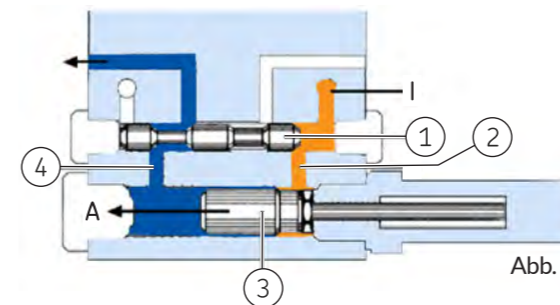

Abb. 2
Nachdem der Steuerkolben (Abb. 2: Pos. 1) den Kanal (Abb. 2: Pos. 2) freigegeben hat, gelangt der Schmierstoff vor die rechte Stirnseite des Förderkolbens (Abb. 2: Pos. 3) und bewegt diesen nach links in Pfeilrichtung (A). Der dem Förderkolben vorgelagerte Schmierstoff wird nun über den Kanal (Abb. 2: Pos. 4) der Schmierstelle zugeführt. Ist der Förderkolben in seiner Endlage angekommen, erfolgt ein Druckanstieg in der Hauptleitung I bis zum eingestellten Umschaltdruck der Zweileitungsanlage. Die Umsteuerung der Zweileitungsanlage verbindet nun die bisher unter Druck stehende Hauptleitung I mit dem Schmierstoffbehälter der Pumpe, so dass sich der in der Leitung befindliche Schmierstoff entspannt und der Druck sinkt.